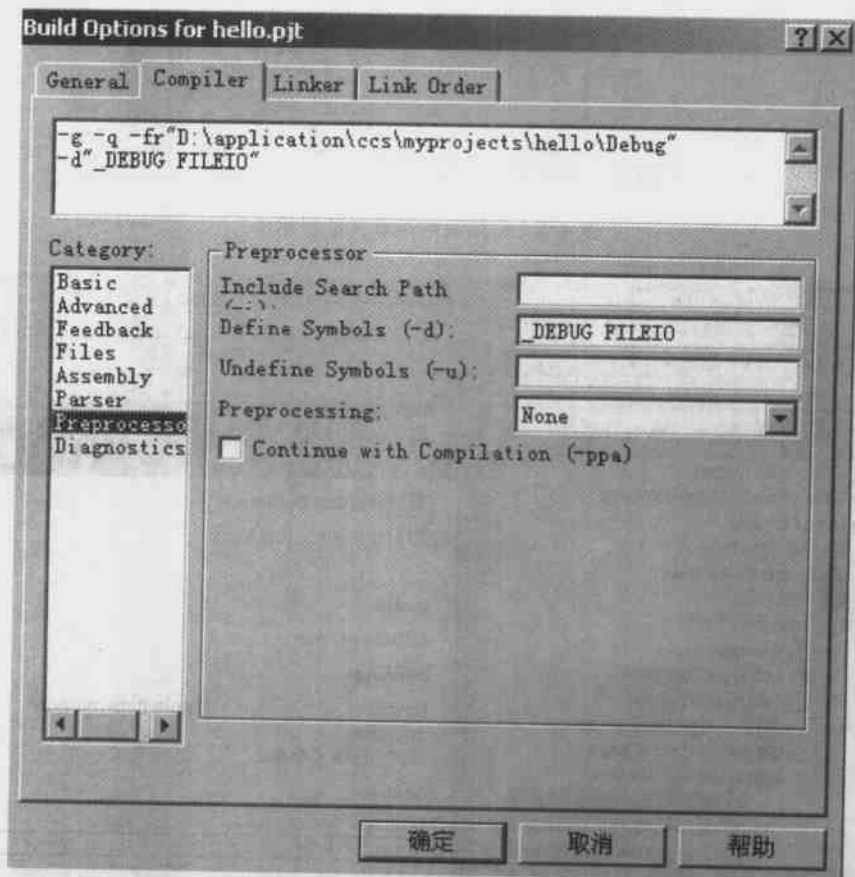

图 4.9 Build Options for hello.pjt 对话框
(1) 在 Project 菜单中执行 Build Options 命令, 将弹出 Build Options for hello.pjt 对话框, 如图 4.9 所示。